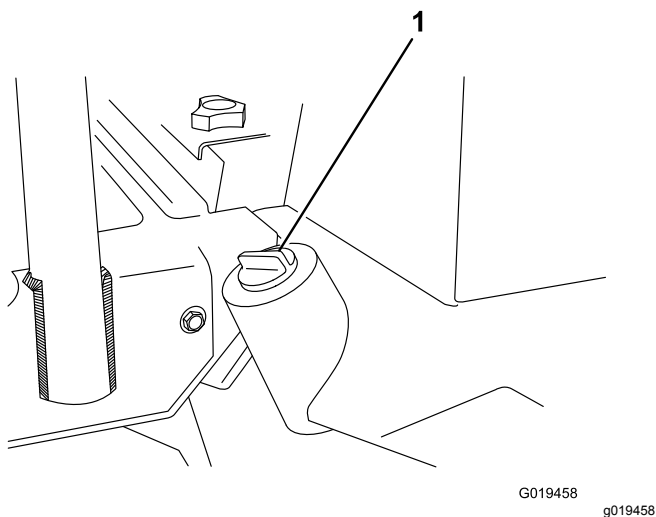

Рисунок 72
2. Очистите зону вокруг заливной горловины и крышки гидравлического бака (Рисунок 72). Снимите крышку заливной горловины.